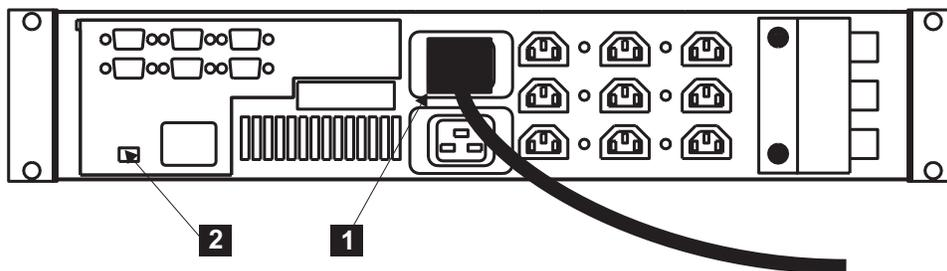

図 122. 無停電電源装置の電源ケーブルの取り付け
9. 無停電電源装置の後部で、無停電電源装置の主電源ケーブルを電源ソケット **1** (230 ページの図 122) に差し込みます。